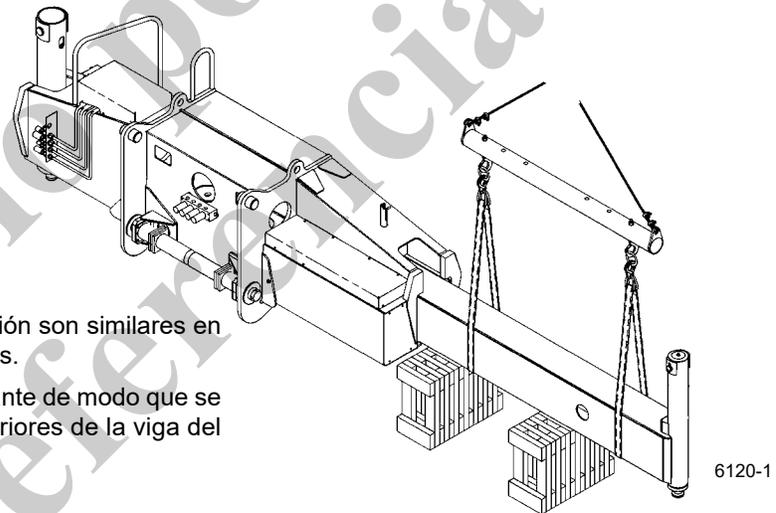

FIGURA 8-21
6. Coloque bloques debajo de la viga del estabilizador (Figura 8-21).